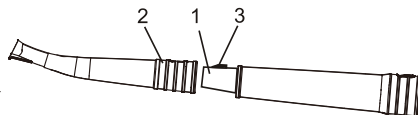

Fig. 5
1. Insérez la petite extrémité de la section arrière de la buse (1) dans la grande extrémité de la section avant de la buse (2) (Fig. 5).
2. Pousser les deux sections de la buse jusqu'à ce que le bouton de dégagement de la buse (3) émette un « clic » pour verrouiller les sections de la buse ensemble.